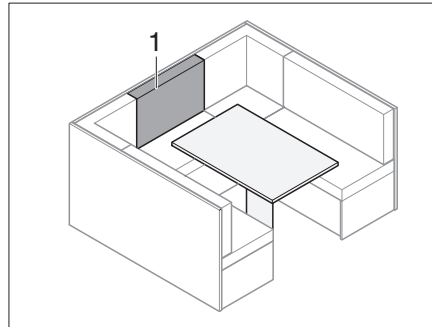

Fig. 188 Avant la transformation
- Placer le coussin de dossier (Fig. 188,1) sur la table devant le coussin supplémentaire.